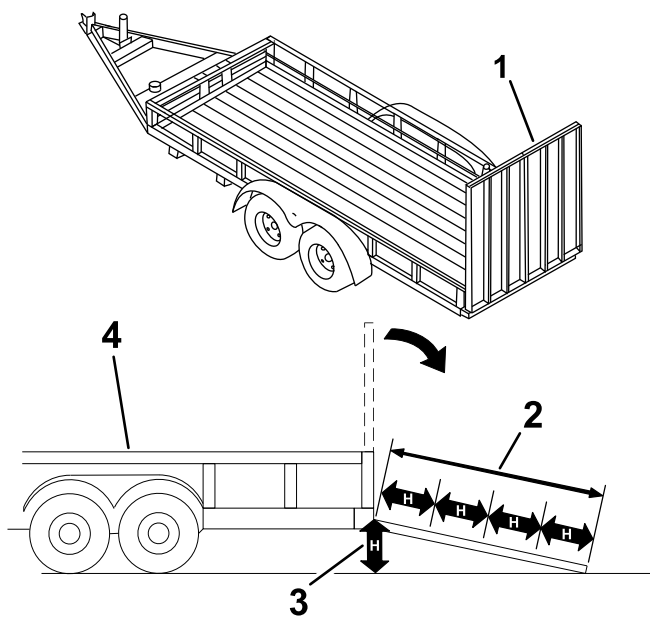

図 22
マシンをトレーラなどに搭載する作業は、機体を転倒させる危険をはらんでおり、万一そのような事故が起こると死亡事故など重大な人身事故となる 図 22。
3. ランプ板を下ろす 図 22。